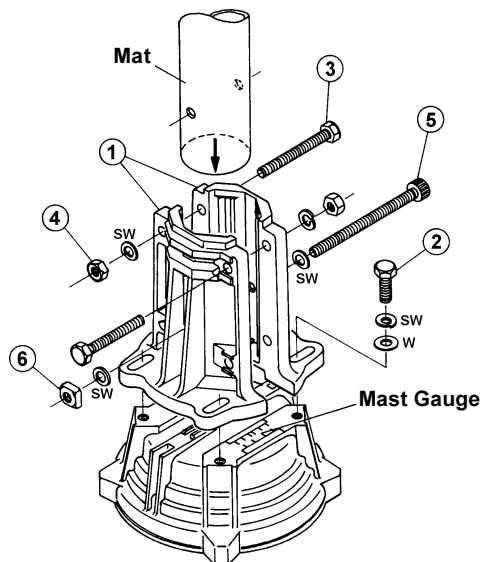

Figure 5
4. Mettre en place provisoirement sans trop serré, les mâchoires sur le boîtier du moteur à l'aide de la visserie fournie (voir Figure 5).